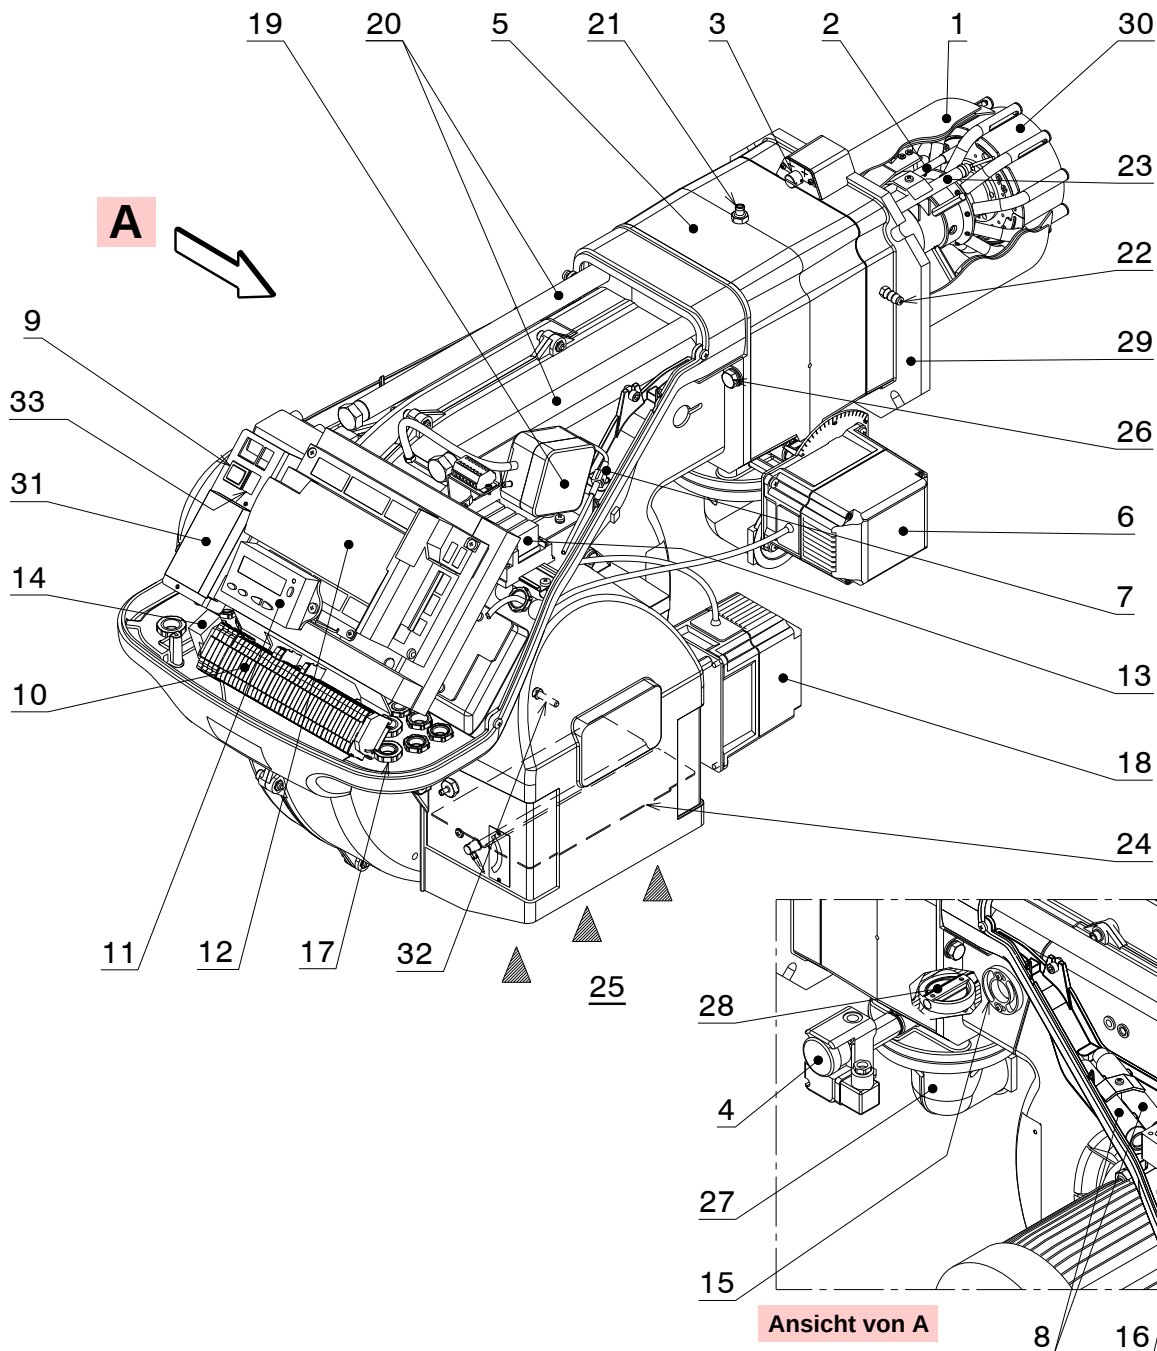

Abb. 5
(1) Referenzbedingungen: Raumtemperatur 20°C - Gastemperatur 15°C - Barometrischer Druck 1013 mbar - Höhe 0 m ü.d.M.
(2) Druck am Anschluss 5)(Abb. 5) bei Druck Null in Brennkammer und bei Höchstleistung des Brenners.
(3) Test der Schall-Emission durchgeführt gemäß der Norm EN 15036-1 bei einer Messgenauigkeit $\sigma = \pm 1,5$ dB, im Verbrennungslabor des Herstellers bei an Prüfkessel bei Höchstleistung arbeitendem Brenner.